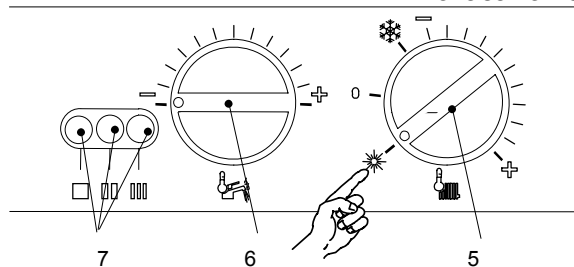

Fig. 6.4
- 6 Turn the function selector 5 and the D.h.w. temperature adjustment knob 6 anticlockwise and position the selectors as in Fig. 6.4
- 8 The lights (7, Fig. 6.4) flash alternatively: the first and the third lights flash alternatively with the second one. You have 5 seconds to enter the parameters programming.
- 9 Turn the knobs 5 and 6 simultaneously clockwise towards their maximum position (Fig. 6.5) and then anticlockwise towards their minimum position (Fig. 6.4).
- 10 The lights (7, Fig. 6.4) lamp on as in Fig. 6.6.
- 6 Поверните ручку переключателя режимов и ручку настройки температуры против часовой стрелки и приведите их в положение как показано на рис.6.4
- 8 Индикаторы (7, рис.6.4) мигают поочередно: первый и третий индикаторы мигают поочередно со вторым. В течение 5 секунд, можно ввести параметры настройки
- 9 Поверните ручки 5 и 6 (рис.6.4) одновременно по часовой стрелке до максимального значения (рис.6.5) и, затем, против часовой стрелки до минимального значения (рис.6.4).
- 10 Индикаторы (7, рис.6.4) загораются как на рис.6.6